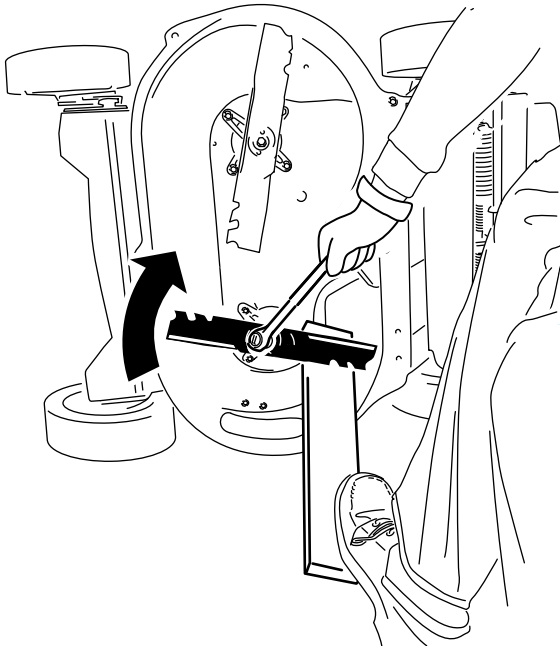

Bild 37
2. Halten Sie jedes Messer mit einem Brett fest und drehen Sie die Messerschraube mit einem Drehmomentschlüssel nach rechts, wie in Bild 37 abgebildet. Ziehen Sie jede Messerschraube mit 81 N·m an.